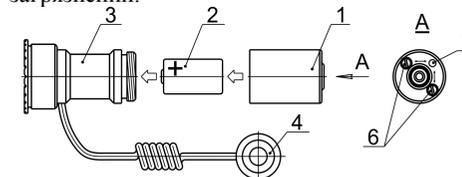

Рис.1 ЛАЗЕРНЫЙ ЦЕЛЕУКАЗАТЕЛЬ ЛЦУ-ОМ-1Л
Вставить элемент питания 2 в ЛЦУ, соблюдая полярность, в соответствии с рис. 1. Свернуть корпус 1 с задней крышкой 3 до упора. Проверить наличие лазерного излучения нажатием на кнопку (тангенту) 4.
- последовательным вращением регулировочных винтов 6 (рис.1) добиться совмещения пятна с точкой прицеливания, кратковременно включая ЛЦУ с помощью кнопки включения 4. Вращение регулировочных винтов 6 приводит к перемещению светового пятна в двух перпендикулярных направлениях.
При необходимости произвести замену элемента питания, соблюдая полярность, указанную на рис. 1.